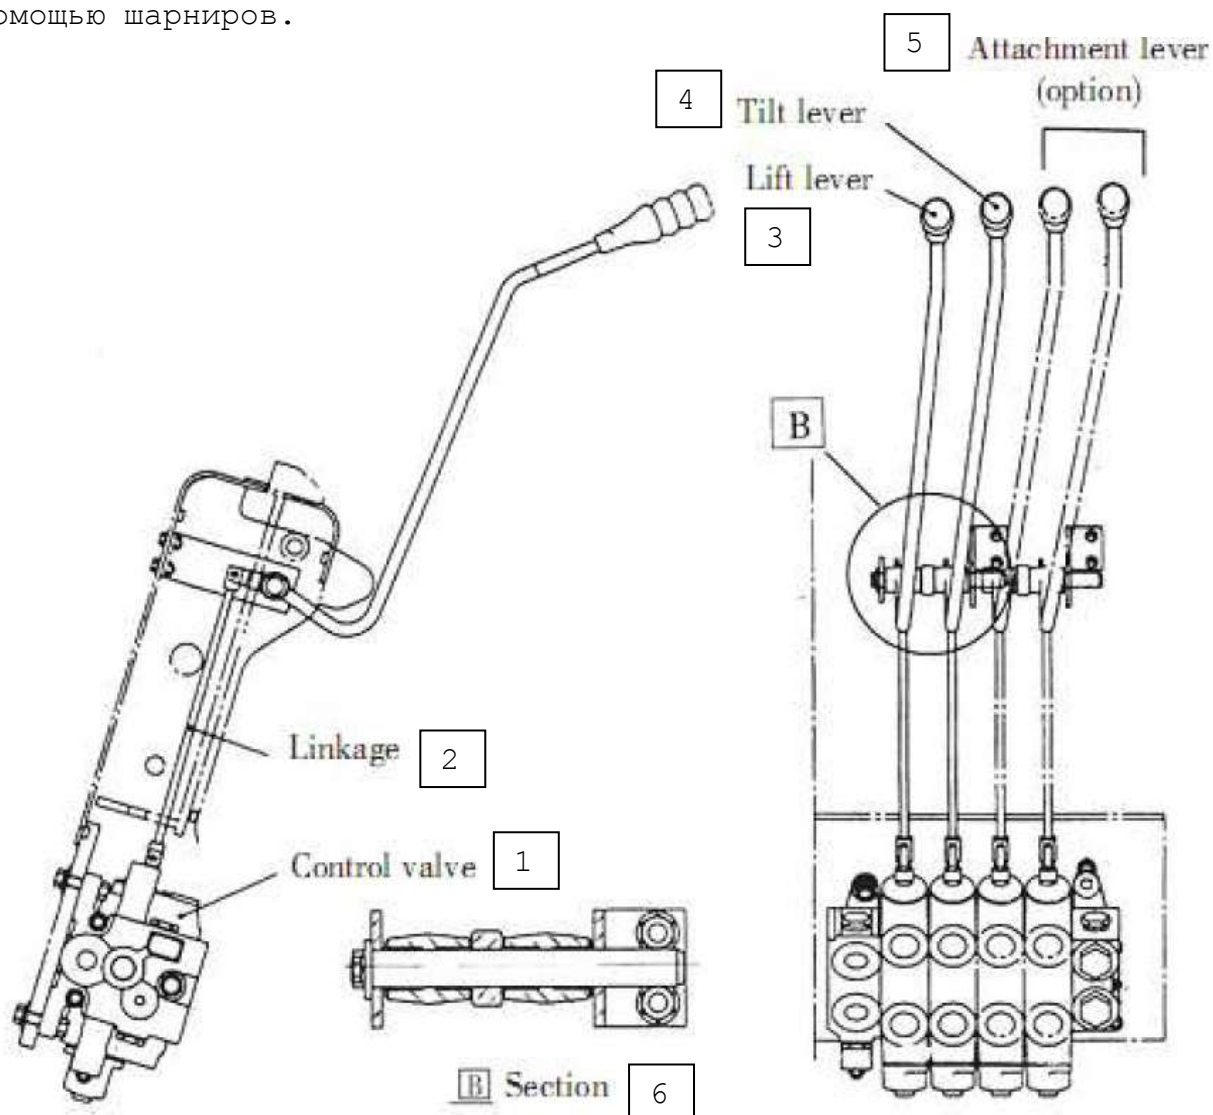

Рис. 3-6-11. Блок рычагов распределительного клапана;
6.2.4. Действие блока распределительного клапана (см. Рис. 3-6-11).